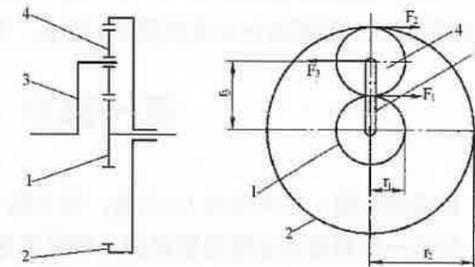

图 6 单排行星齿轮机构及作用力示意图
32. 根据图 6—自动变速器单排行星齿轮机构及作用力示意图，完成下述问题：